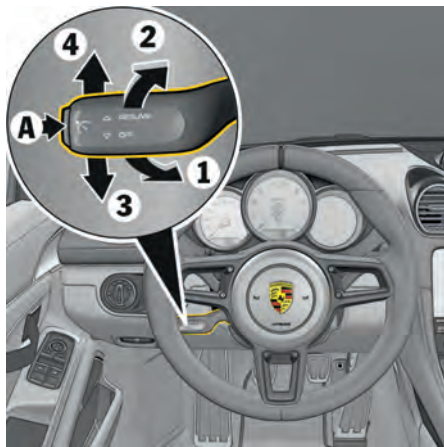

Fig 217: Levier de commande du Tempostat
- ▶ Pour augmenter la vitesse, poussez le levier de commande au volant vers l'avant (fig. 217 à la page 260 : **1**).
- ▶ Pour réduire la vitesse, tirez le levier de commande vers le volant (fig. 217 à la page 260 : **2**).
- ▶ Poussez le levier de commande vers le bas (fig. 217 à la page 260 : **3**)
- ▶ Poussez le levier de commande vers le haut (fig. 217 à la page 260 : 4).